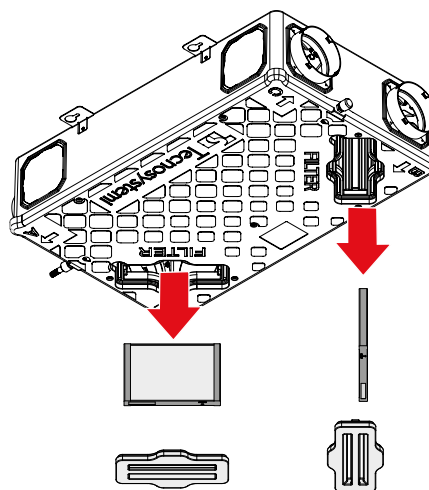

Fig. 2
2. Estrarre i filtri (fig. 2).